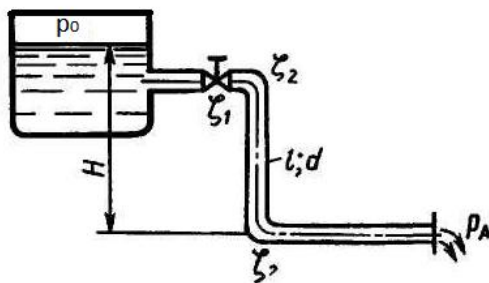

Рис. 8.1
8.1. Определить, с каким расходом вода будет вытекать через трубу из бака (рис. 8.1), если диаметр трубы $d = 20$ мм; длина $l = 10$ м; высота $H = 6$ м, $p_0 = 102$ кПа; коэффициент сопротивления крана $\xi_{кр} = 2$; колена $\xi_{кол} = 0,82$; шероховатость трубы — 0,04 мм. Кинематический коэффициент вязкости воды $\nu = 0,008$ Ст.
8.2. Определить, каким должен быть уровень воды в баке H (рис. 8.1), чтобы вода вытекала с расходом $Q = 200$ л/ч, если $p_0 = 105$ кПа, диаметр трубы $d = 40$ мм; длина $l = 12$ м; коэффициент сопротивления крана $\xi_{кр} = 2$; колена $\xi_{кол} = 0,82$; шероховатость трубы — 0,02 мм. Кинематический коэффициент вязкости воды $\nu = 1$ сСт.
8.3. Определить, каким должно быть давление p_0 над свободной поверхностью воды в баке (рис. 8.1), чтобы вода вытекала с расходом $Q = 100$ л/ч, если уровень воды в баке $H = 2$ м, диаметр трубы $d = 32$ мм; длина $l = 12$ м;